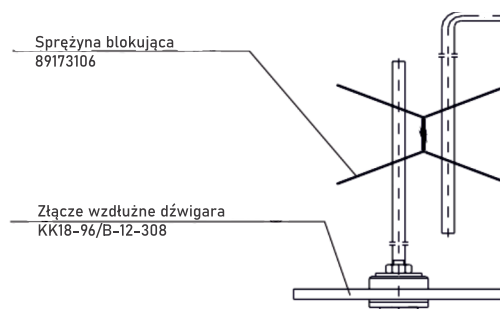

Rys. 4 Łączenie dźwigara
- 4.3. Aby zwiększyć długość dźwigara należy posłużyć się tącznikiem [poz. 11] w sposób przedstawiony na rysunku [rys. 4].